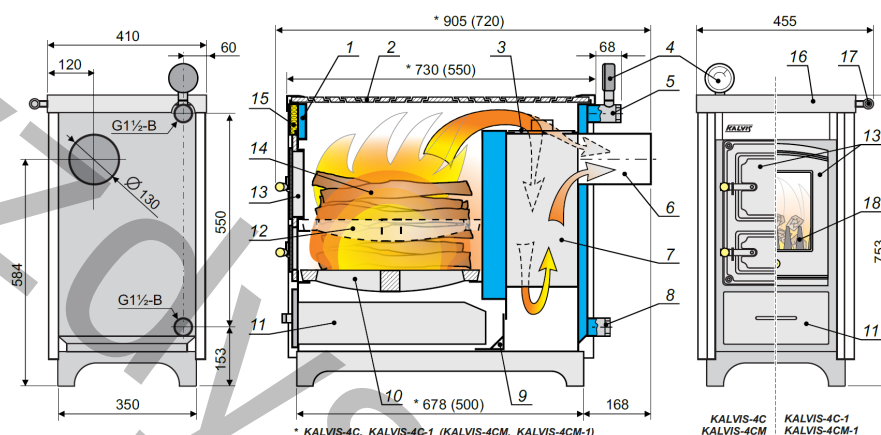

Рис. 1
* Крышка удаления золы (п.8) (см. рис. 1) и подчеркнутое примечание в пункте 5.2
** При топке котла с колосниками вставляемыми в нижнее положение (10) (см рис. 1) или в верхнее положение (12).
Корпус котла (1) (см. рис.1) сварен из листовой стали и имеет полости, в которых подогревается вода. Под колосниками (10) расположено камера для сбора золы. В передней части котла смонтированы чугунные дверки топki (13) и зольник (11). Верхняя часть корпуса котла закрыта варочным настилом с конфорками (2).
7.5. Чистка котла (см. рис.1)
7.2. Розжиг котла (см. рис.1)
7.3. Топка котла (см. рис.1)